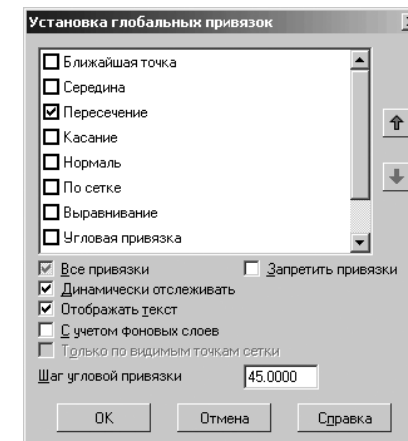

Рис. 6.4. Диалоговое окно **Установка глобальных привязок** с нужными установками
- щелкните мышью по привязке **Пересечение** для ее установки, если перед ней нет галочки, а остальные удалите щелчком мыши по ним (рис. 6.4).